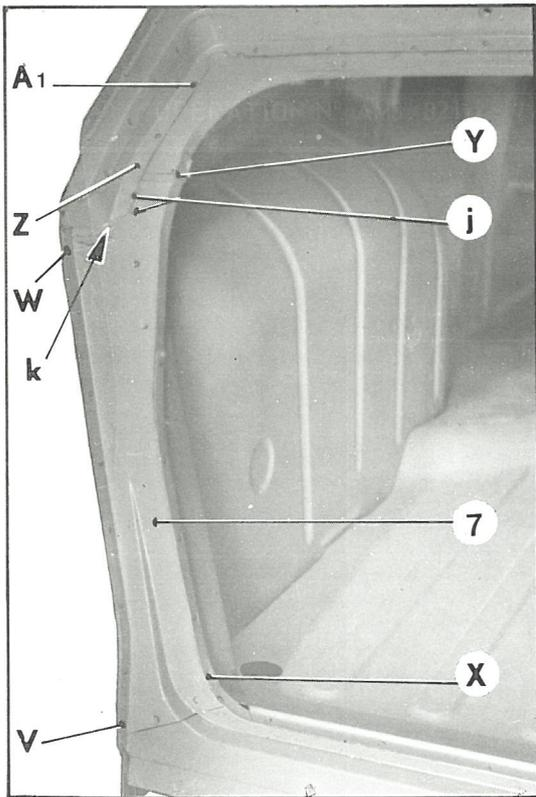

Fig. 6
- en Y (fig. 6)
- en j (fig. 6) (un ou deux points)
en k (fig. 6)